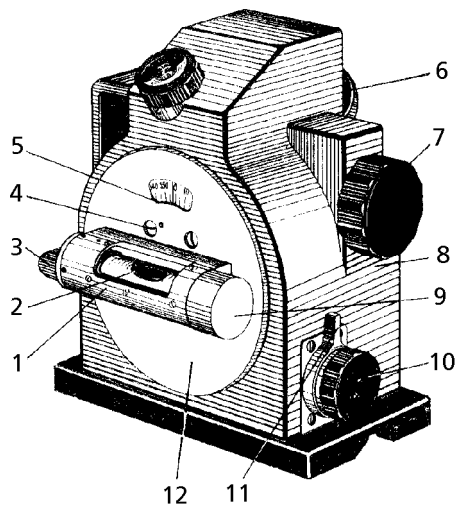

Рисунок 1 – **Общий вид квадранта**
Оптический микрометр состоит из шкалы 11 в оправе и плоскопараллельной пластинки, состоящей из двух клиньев 8 в оправе. Клинья закреплены на кронштейне 10. На нем же закреплен зубчатый сектор, связанный с маховичком 7 микрометра (рисунок 1). При вращении маховичка происходит совмещение верхних и нижних изображений штрихов лимба в поле зрения окуляра.
Наружный кожух 8 (рисунок 1) закрывает корпус.
- 2) плавность вращения фланца 12 (рисунок 1);
привести пузырек продольного уровня в среднее положение и закрепить наводящее устройство маховичком 11 (рисунок 1);